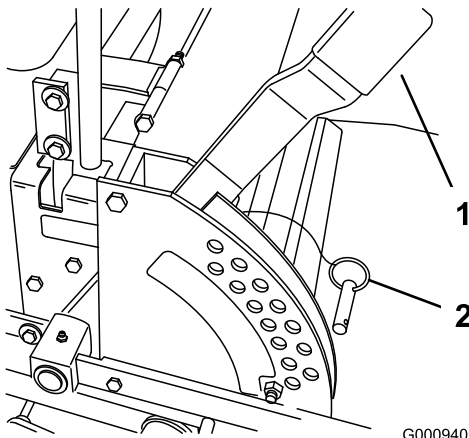

Figure 16
1. Relevez le levier de sélection de hauteur de coupe en position de transport (qui correspond aussi à la hauteur de coupe de 127 mm [5 po]) (Figure 16).
2. Pour changer de hauteur de coupe, retirez l'axe de chape du support de hauteur de coupe (Figure 16).
3. Placez l'axe de chape dans le trou du support correspondant à la hauteur de coupe voulue (Figure 16).